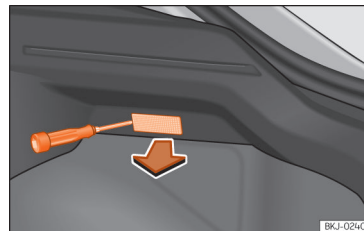

Рис. 177 Ліхтар освітлення багажного відсіку.
- Зніміть плафон за допомогою пласкої викрутки »» **рис. 177.**